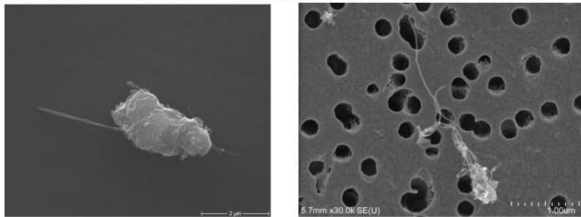

Abbildung 3: Fasern mit Ausbauchungen oder angelagerte Partikel.
- Ausbauchungen (wie sie beispielsweise durch Harz oder Binder bei künstlichen Mineralfasern auftreten können) werden ignoriert. Im Zweifelsfall wird $D < 3 \mu\text{m}$ angenommen (siehe **Abbildung 3**).